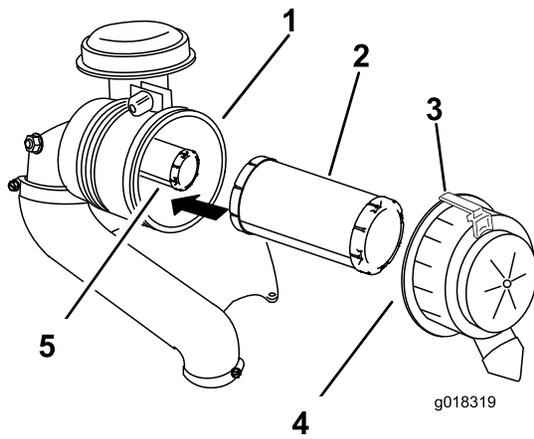

Figura 44
2. Tire hacia fuera del enganche y gire la tapa del limpiador de aire en sentido antihorario (Figura 44).
3. Retire la tapa del limpiador de aire de la carcasa del limpiador de aire (Figura 44).
5. Extraiga con cuidado el filtro primario de la carcasa del limpiador de aire (Figura 44).
2. Introduzca cuidadosamente el filtro de seguridad en el cuerpo del filtro (Figura 44).
3. Deslice cuidadosamente el filtro primario por encima del filtro de seguridad (Figura 44).
5. Instale la tapa del limpiador de aire con el lado que lleva la palabra UP hacia arriba, y fije el cierre (Figura 44).